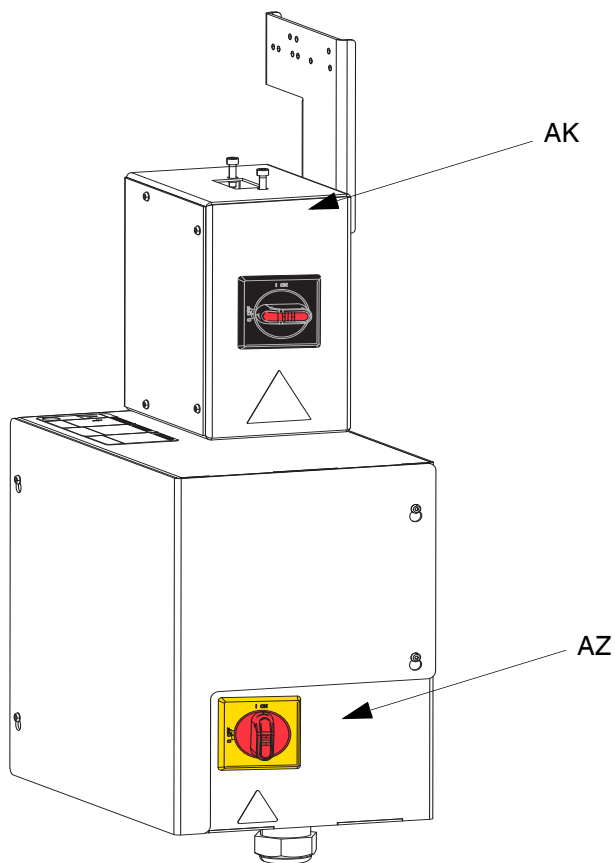

ABB. 4. Leistungstrenner
Der Trennschalter (AZ) befindet sich am Heizungsschaltkasten (AX), siehe ABB. 4.